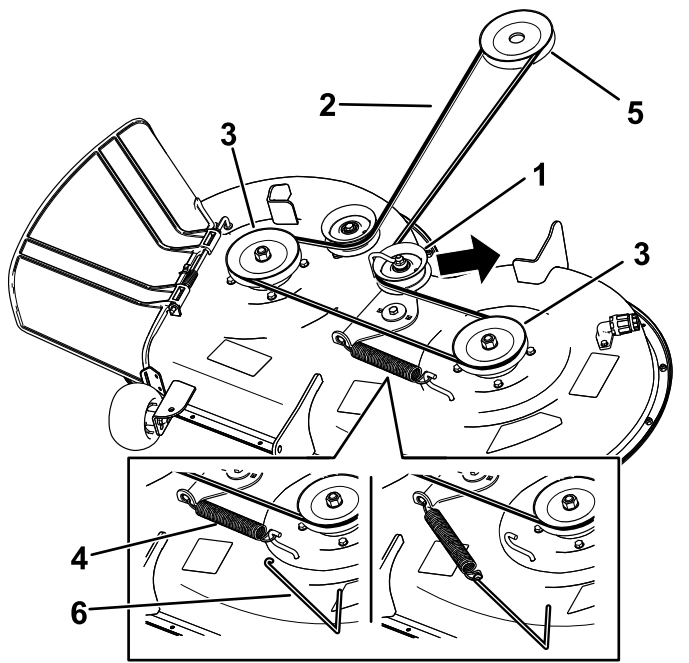

Bild 57
7. Entfernen Sie die Spanscheibenfeder mit einem Werkzeug zur Federentfernung (Toro Bestellnummer 92-5771) vom Mähwerkhaken, um die Spannung von der Spanscheibe zu nehmen, und rollen Sie den Riemen von den Spanscheiben (Bild 57).
8. Verlegen Sie den neuen Riemen um die Motor- und Mähwerkriemenscheiben (Bild 57).
9. Setzen Sie die Spannscheibenfeder mit einem Werkzeug zur Federentfernung (Toro Bestellnummer 92-5771) auf den Mähwerkhebel, um die Spannscheibe und den Mähwerkriemen zu spannen (Bild 57).